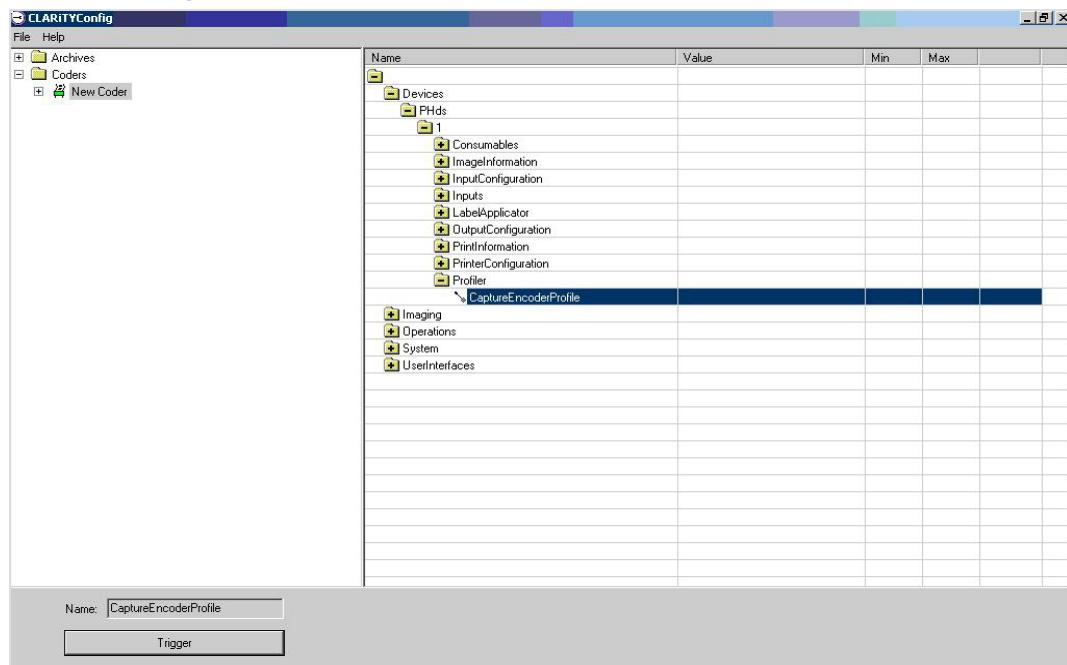

Figura 5-19: Perfiles del codificador - Ajuste de configuración de CLARiTY
1. Haga clic en el nuevo ícono de codificador, desplácese por los dispositivos y seleccione Capture Encoder Profile (Capturar los perfiles del codificador) de la lista, tal como se muestra en Figura 5-19.